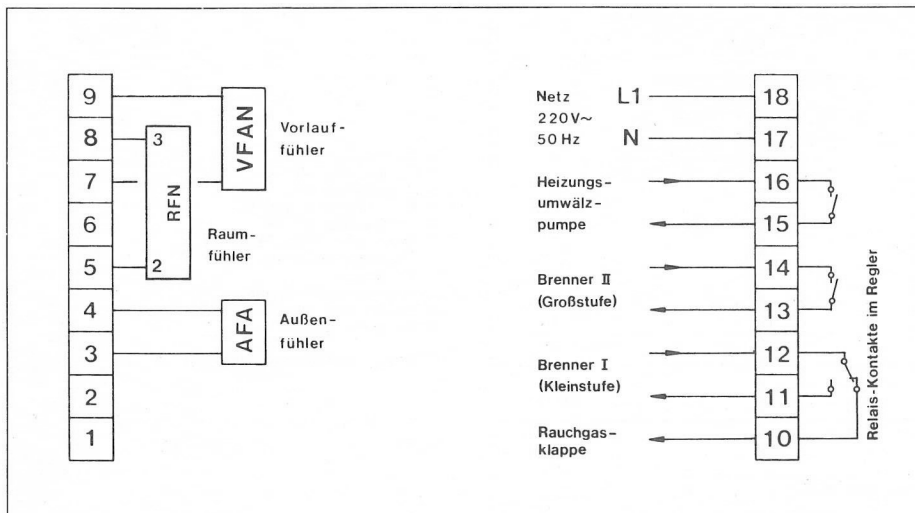

Bild 5 Anschlußschema zu 2.1.4
2.1.4 Witterungsabhängige Vorlauftemperaturregelung mit Raumfühler RFN zur raumgeführten Absenkung (Bild 5).